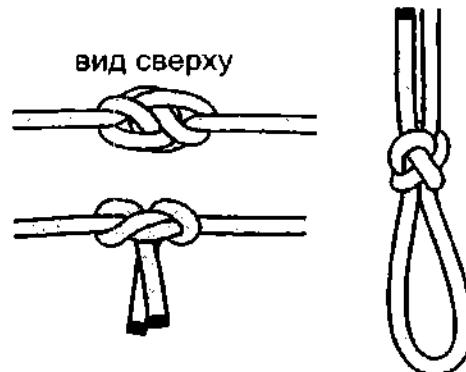

Рис. 844. Скорняжный узел и скорняжная петля.
**Скорняжный узел** сильно затягивается, но легко развязывается (рис. 844). Узел хорошо выдерживает большие нагрузки и отлично держит на синтетических верёвках и тонких лесках. **Скорняжный узел** применяется для связывания верёвок примерно одинаковой толщины.